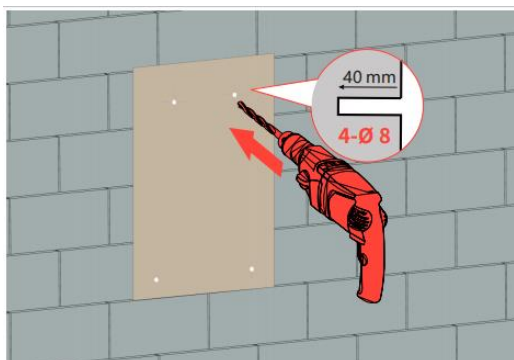

Fig. 10 Contrassegnare il foro di montaggio
2. Utilizzare una punta da $\Phi 8$ per praticare un foro profondo 40 mm, in 4 tubi di espansione $\phi 8*60$. Per prima cosa inserire i due tubi di espansione superiori nelle viti autofilettanti (nota: le due viti autofilettanti superiori devono sporgere di 6 mm dalla parete: utilizzare la chiave per misurare questa distanza). Vedere la Fig. 10 e la Fig. 11.